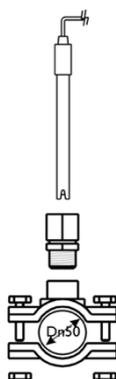

Fig. 3
- a) Selle pour le capteur de pH (Fig. 3) : Avant l'installation, percez un trou dans le haut du tuyau d'environ 12 mm et assurez-vous que le capteur peut passer à travers. Installez la selle de façon que le trou dans le tuyau coïncide avec la connexion du capteur de la selle.